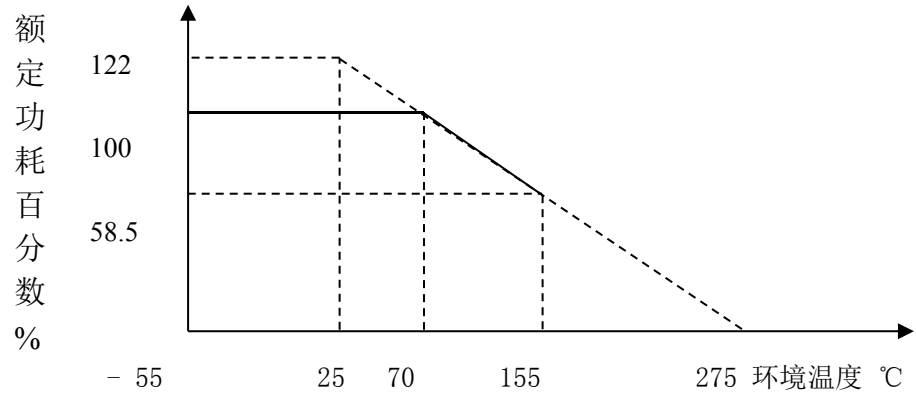

图 2
3.2.2 降功耗曲线图如图 2：
按图 2 闭合开关 K，打开开关 K2，按 1S 通 1S 断的要求，将 K1 反复通断 100 次，试验电阻应不开路。